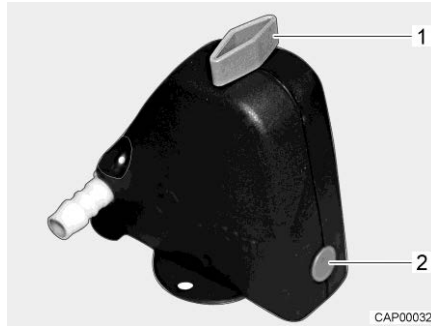
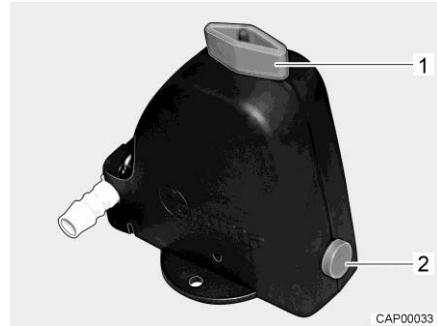

Bild 144 Sicherheits-/Ablassventil geschlossen
Bild 145 Sicherheits-/Ablassventil geöffnet
- Sicherheits-/Ablassventil (Bild 144) öffnen. Dazu Drehknopf (Bild 144,1) längs zum Sicherheits-/Ablassventil drehen. Druckknopf (Bild 144,2) springt heraus. Das geöffnete Sicherheits-/Ablassventil ist in Bild 145 dargestellt.